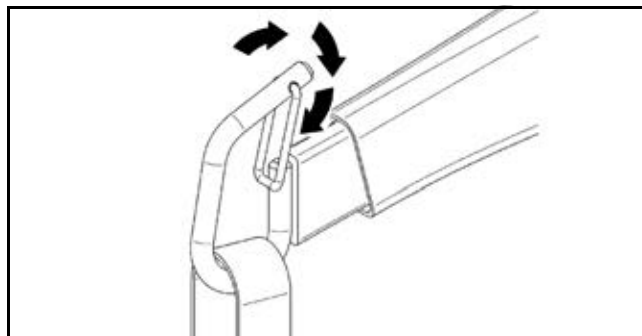

Fig. 22
**WARNING:** När du fäster en sele med öglor vid 4-punktslyftbygeln ska du alltid kontrollera att selens öglor har placerats korrekt i fästhakarna (se Fig. 22). En felaktigt installerad sele kan leda till att patienten faller.